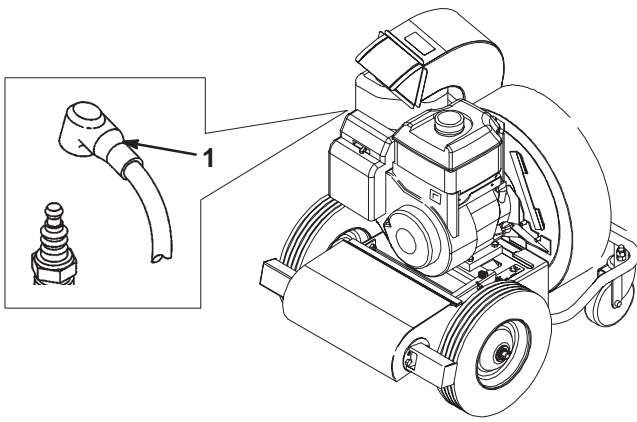

Bild 18
Ziehen Sie vor dem Beginn von Wartungsarbeiten den Zündkerzenstecker ab (Bild 18). Schieben Sie außerdem den Kerzenstecker zur Seite, damit er nicht versehentlich die Zündkerze berührt.
1. Stellen Sie die Maschine auf einer ebenen Fläche ab, stellen den Motor ab und ziehen den Zündkerzenstecker (Bild 18).
2. Ziehen Sie den Kerzenstecker von der Zündkerze (Bild 18).
3. Stecken Sie den Zündkerzenstecker wieder auf die Zündkerze auf (Bild 18).